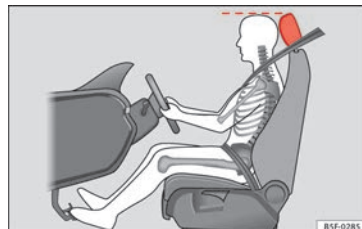

Fig. 83 Corretto posizionamento della poggiatesta del conducente.
- Regolare il poggiatesta portando il suo bordo superiore alla stessa altezza della parte superiore della testa » **fig. 83.**